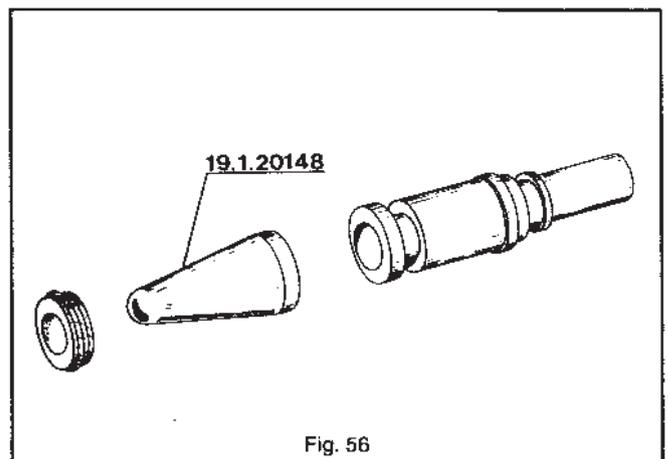

Fig. 56
- Al rimontaggio della pompa, che si effettua in senso contrario all'ordine di smontaggio, fare attenzione a posizionare correttamente come indicato in figura la molla «D», lo scodellino «E», la molla «F», la guarnizione «G», il distanziale guida valvola «H» e l'anello di tenuta «L» che deve essere posizionato sul pistone con l'ausilio della guaina 19.1.20148 (fig. 56) e con il labbro rivolto verso i fori di mandato liquido al circuito.